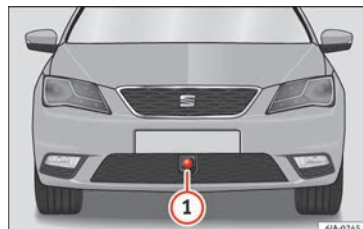

Abb. 190 Im vorderen Stoßfänger: Radarsensor.
Zur Erfassung der Verkehrssituation ist im vorderen Stoßfänger ein Radarsensor eingebaut » Abb. 190 ①.